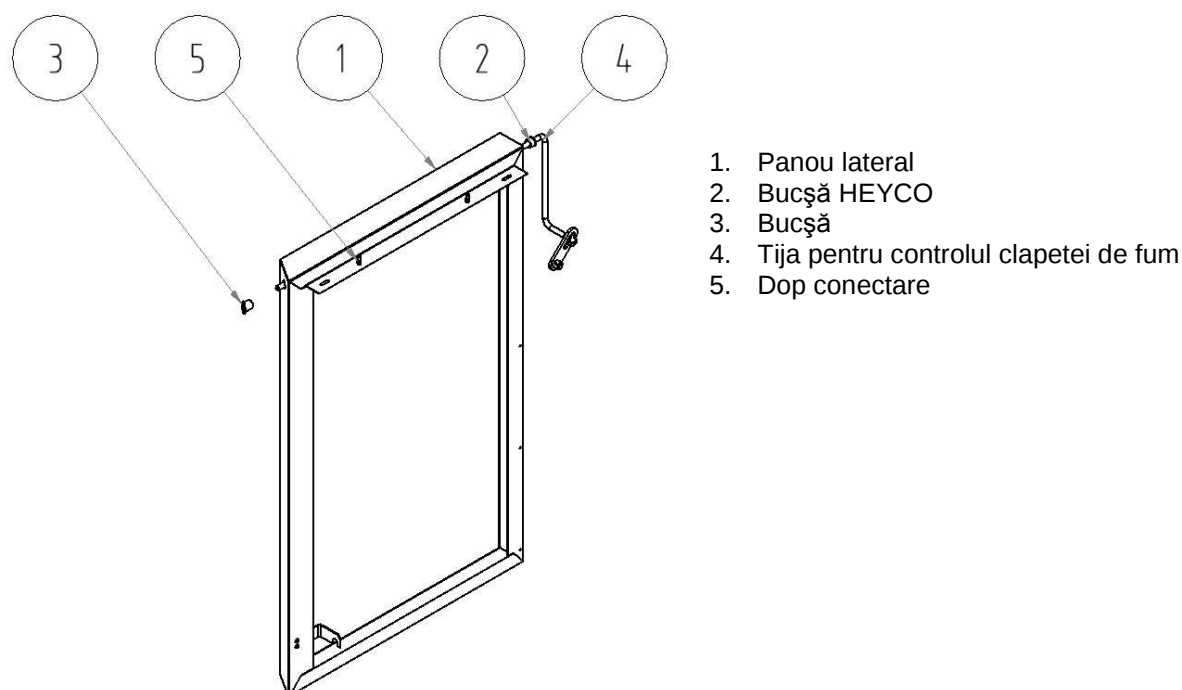

Fig. Nr. 18 Panoul lateral stânga a carcasei
5. Se montează două dopuri de conectare (5) pe laterala stângă a cazanului (1), se introduc garniturile (2, 3), după care se montează tija pentru controlul clapetei de fum și izolația – vezi fig. nr. 18.
5.3.2.1 Montarea panoului superior a carcasei (la cazanele fără cutia de comandă), vezi fig. nr. 18